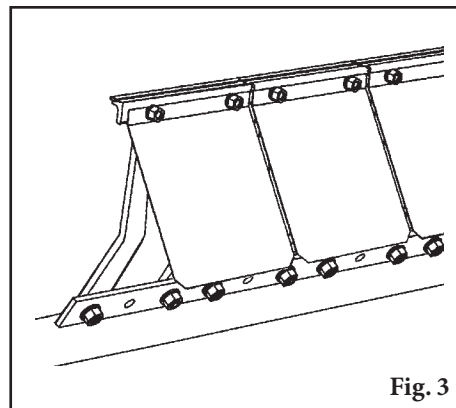

Fig. 3
3. **Instale las hojas nuevas.** Localice cada hoja en cada brazo de suspensión, luego instale los accesorios para sostener la hoja en el amortiguador (Fig. 3).